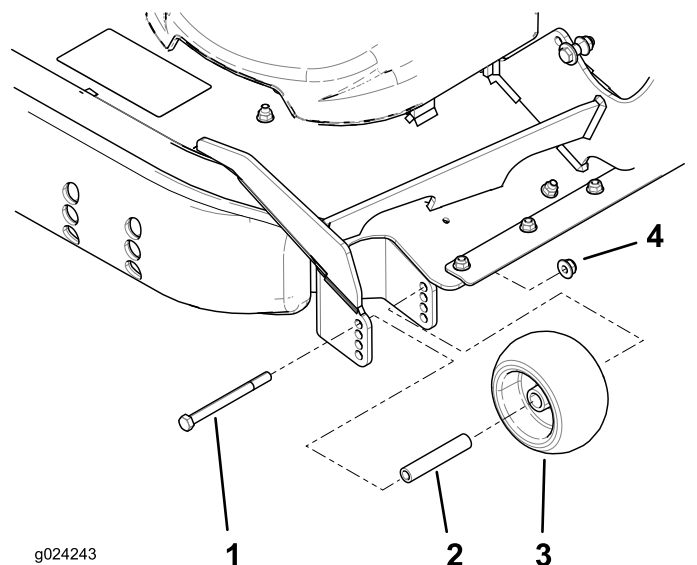
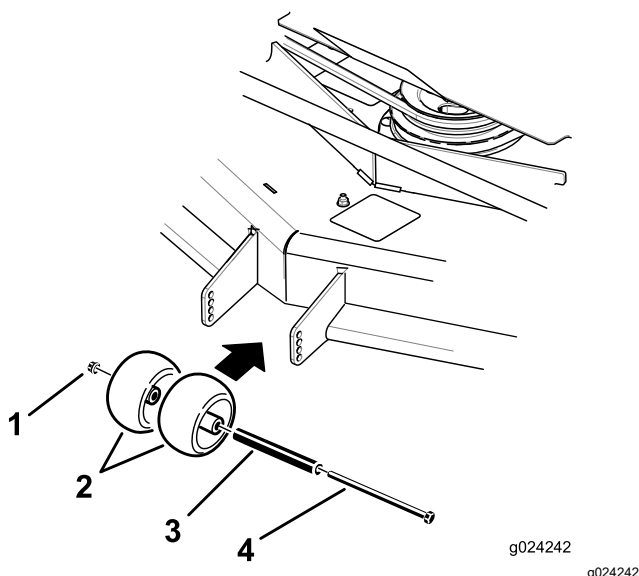

Bild 33
Bild 32
3. Stellen Sie die Antiskalpierrollen, wie in Bild 32 und Bild 33 abgebildet.